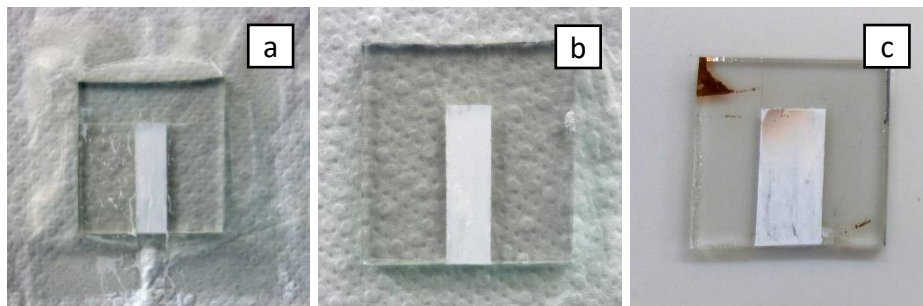

Abbildung 2
Idealfall stellst du die Schicht in einem Zug fertig und überschüssiges Material landet auf dem Papiertuch. (Abb. 2 a)
3. Entferne den Klebefilm vorsichtig. (Abb. 2 b)
4. Heize deine TiO_2 -Schicht bei 400-500 °C auf einer Heizplatte aus. Du kannst beobachten, dass sie sich zunächst bräunlich färbt, weil organische Reste aus der TiO_2 -Paste verbrennen (Abb. 2 c). Wenn die Schicht wieder rein weiß ist und auch alle Klebefilmreste verbrannt sind, kann die Scheibe wieder langsam abkühlen.